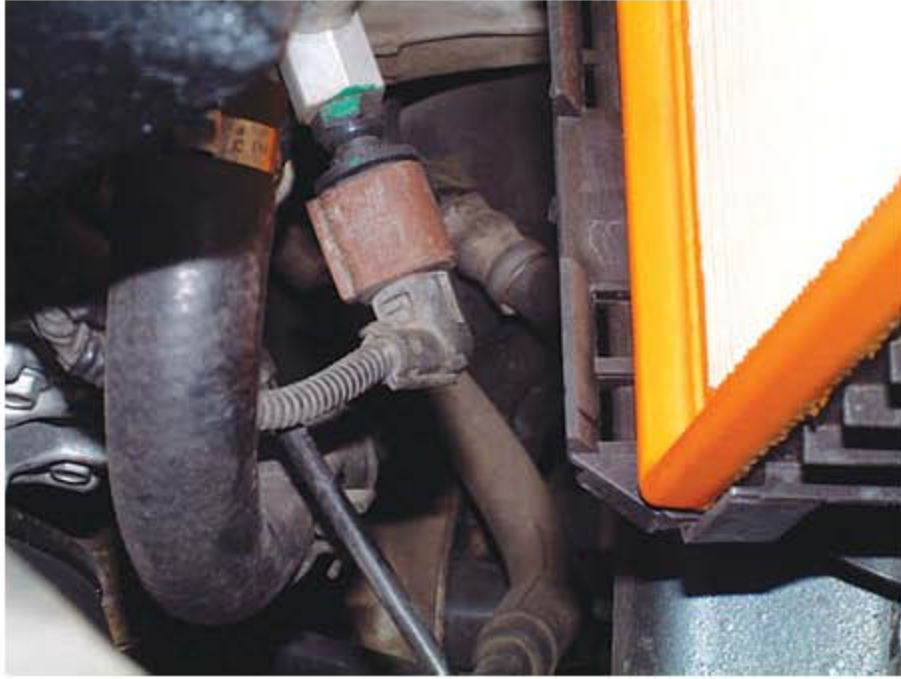

图 3 G65 传感器
- 3). 在更换了 1 个新的熔丝后，刚打开点火开关该熔丝就又被烧毁，由此可以判定线路中有对地短路的情况。在我们的日常维修中，遇到的对地短路情况一般有 2 种：一是元件内部对地短路，二是线路对地短路。出于检查方便的考虑，笔者决定先用从线路中依次断开元件的方法来确定是否为元件内部短路。具体的方法是：将点火开关关闭，将万用表置于通断挡位置，将万用表的 2 支表笔中的一支接到熔丝供电的一端，另一支接地，然后依次断掉线路中的相关元件观察万用表的显示状态，此时万用表显示为导通状态。当断开高压传感器 G 6 5（图 3）时，发现该传感器的塑料插头断裂，导致插头内 2 接线端子伸出一节，而固定插头的金属片刚好短接了 2 接线端子。会不会就是这个问题导致了该车的故障发生呢？在将插头进行处理后，万用表显示为断开状态。装上熔丝后试车，3 种故障现象均消失。